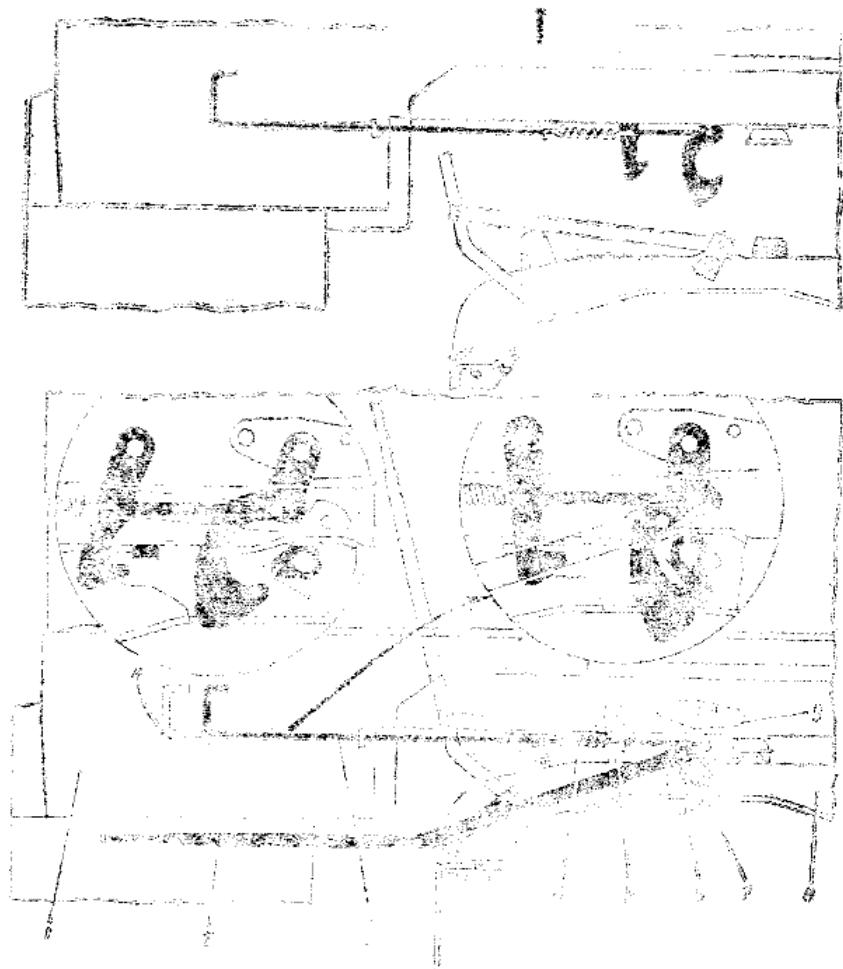

Рис. 70. Запорный механизм кабины:
В рабочем положении кабина опирается на три резиновых буфера и закрепляется замком кулачкового типа. Запорный механизм состоит из поперечины 8 (рис. 70), защеленной на раме, запорного 6 и предохранительного крюков, соединенных между собой тягой 3, которая служит для вывода крюка из зацепления с кулачком 7 и поперечиной 8. Затирание кабины производится рычагом 2.
2. Опустить кабину до зацепления запорного крюка 6 (см. рис. 70) с кулачком 7 и предохранительного крюка 5 с попечиной 8.